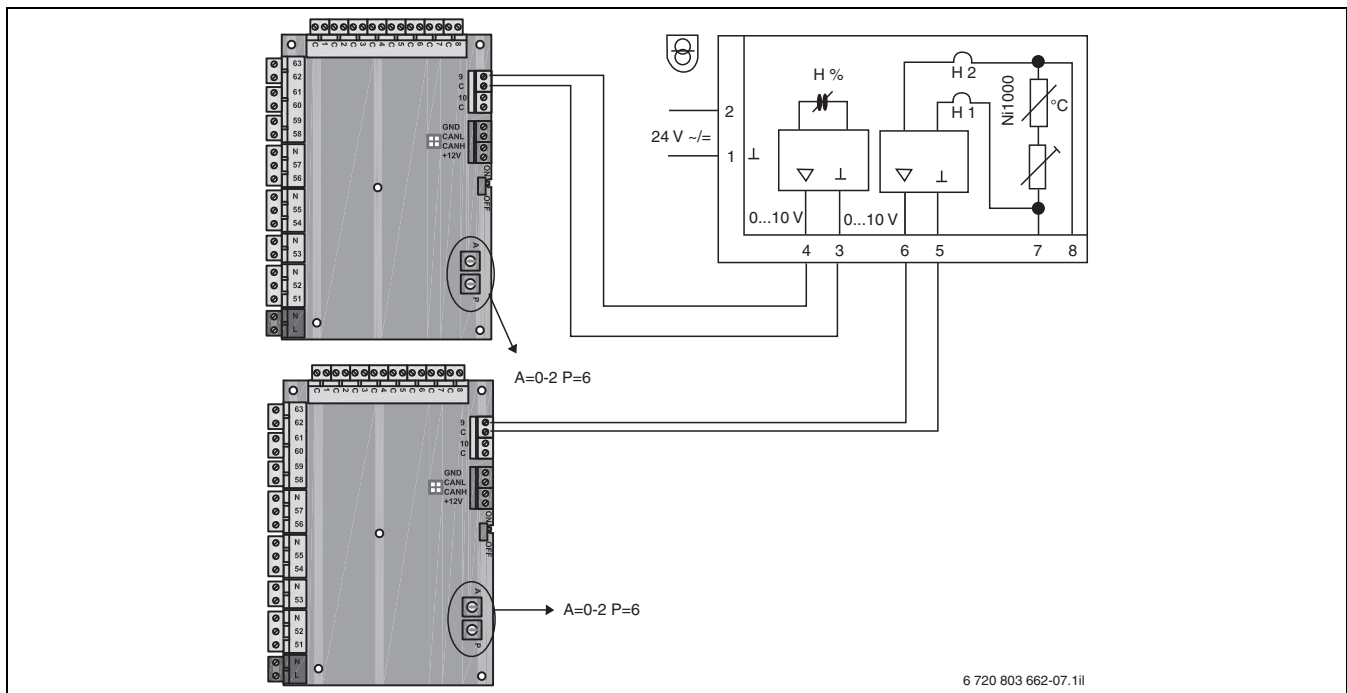

Bild 76 Anschluss Raumklimastation an Multimodule HHM17-1
Anschlussklemmen 9 und C der Multimodule HHM17-1 angeschlossen (→ Bild 76).
- Die beiden Multimodule müssen terminiert werden, wie in Bild 76 gezeigt.